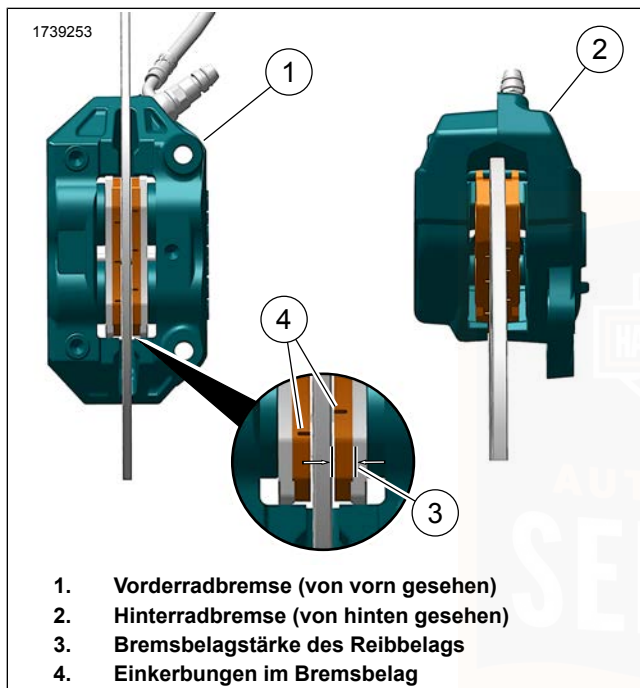

Abbildung 96. Reibmaterial des Bremsbelags
1. Siehe Abbildung 96 . Die Bremsscheibe prüfen, wenn diese gedreht wird. Die Scheibe muss schlagfrei im Bremssattel laufen.